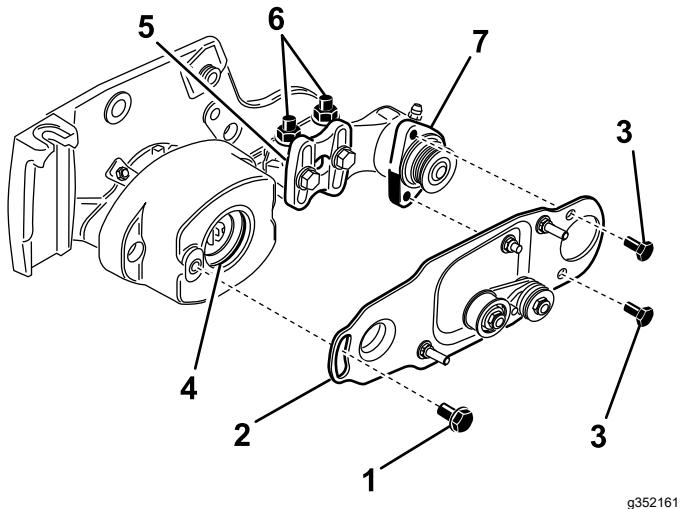

Figura 11
10. Aplique uma película de massa lubrificante no diâmetro interior do olhal, na caixa de rolamentos (Figura 11).
11. Desaperte, mas não remova, os parafusos que fixam a caixa de rolamentos da escova do rolo ao suporte de montagem da mesma (Figura 11).
12. Instale a placa de articulação da escova do rolo (Figura 11). Certifique-se de que o olhal assenta devidamente na caixa quando a saliência na placa articulada é inserida no olhal na caixa de rolamentos.
13. Aplique Loctite 242 (azul) aos dois parafusos de 5/16 x $\frac{5}{8}$ pol. e utilize-os para montar a placa da escova na caixa de rolamentos da escova do rolo (Figura 11). Aperte os parafusos com uma força de 20 a 25 N·m.
- Desaperte as (2) porcas flangeadas de retenção que fixam o suporte de montagem da escova do rolo à placa lateral da unidade de corte (Figura 11).
- Rode a caixa de rolamentos da escova do rolo, até que a placa da escova fique paralela à placa lateral da unidade de corte (Figura 11).
- Aperte as (2) porcas flangeadas de retenção que fixam o suporte de montagem da escova do rolo à placa lateral da unidade de corte (Figura 11).
18. Aplique Loctite 242 (azul) ao parafuso com olhal (Figura 11). Prenda a a placa da escova na caixa da escova do rolo com o parafuso com olhal. (Figura 11). Aperte o parafuso com uma força de 20 a 25 N·m.